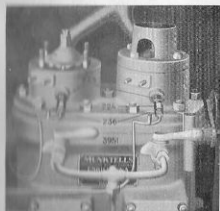

Fig. 13.
Utom de förut nämnda *sugventilerna* och *tryckventilerna*, finnas för bränsletillförseln även *backventilerna* (224) samt de i cylinderlocket inskruvade *insprutningsventilerna* (225, se fig. 13 och 14).
*Tryckledningen* fylls därefter med brännolja genom pumpning, varvid luftskruven (236, fig. 13), skall vara öppen, så att all luft utdrives. Därefter tilldrages luftskruven och back- och insprutningsventilerna fyllas med några pumpslag.
Denna består av de i cylinderlockets (1) överdel fastskruvade *tändkulorna* (3), i vilka *tändpropparna* (4) äro ingångade. De senare äro genomborrade och försedda med renspluggar (5). Se fig. 13.